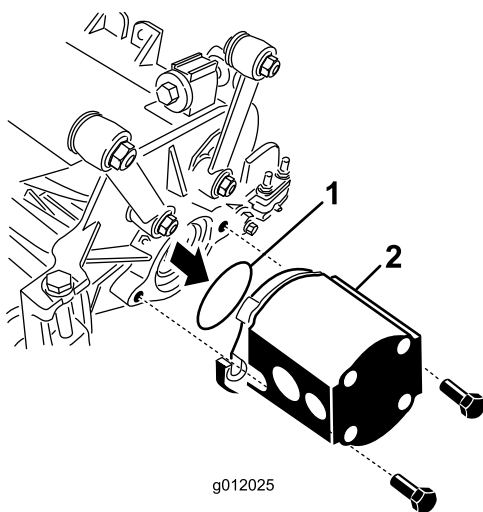

Figure 25
5. Placez le joint torique (fourni avec l'unité de coupe) sur le flasque du moteur d'entraînement (Figure 25).
6. Montez le moteur du côté entraîné de l'unité de coupe et fixez-le avec 2 vis d'assemblage fournies avec l'unité de coupe (Figure 25).